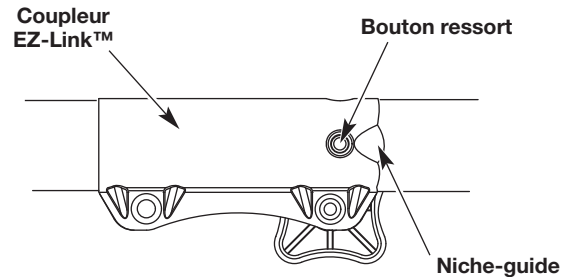

Fig. 4
REMARQUE : Alignez le bouton-ressort avec la niche-guide pour faciliter l'installation (Fig. 4).
2. Appuyez sur le bouton-ressort et maintenez-le enfoncé (Fig. 4).